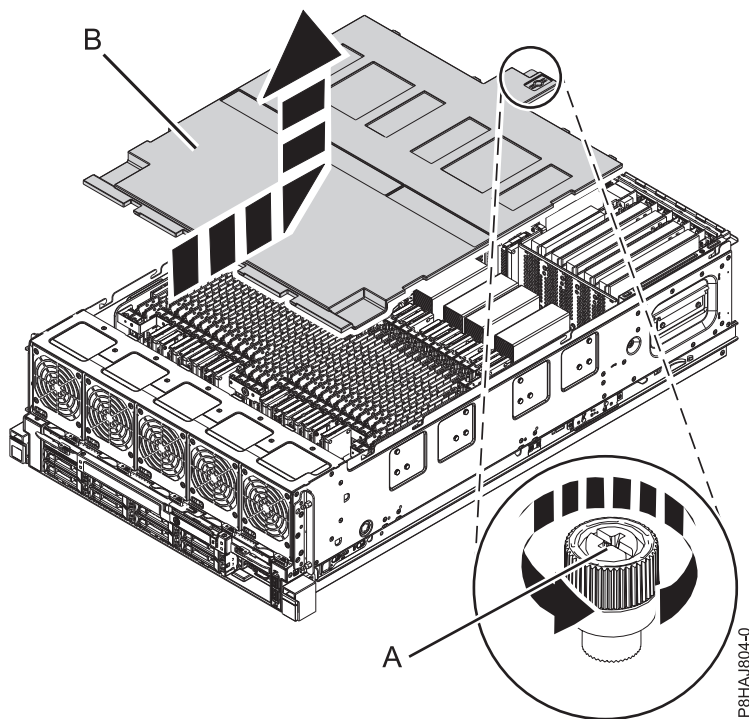

図 35. 安全カバーの取り外し
2. カバーの背面にあるつまみねじ **(A)** を、58 ページの図 35 に示されている方向に回転させて緩めます。